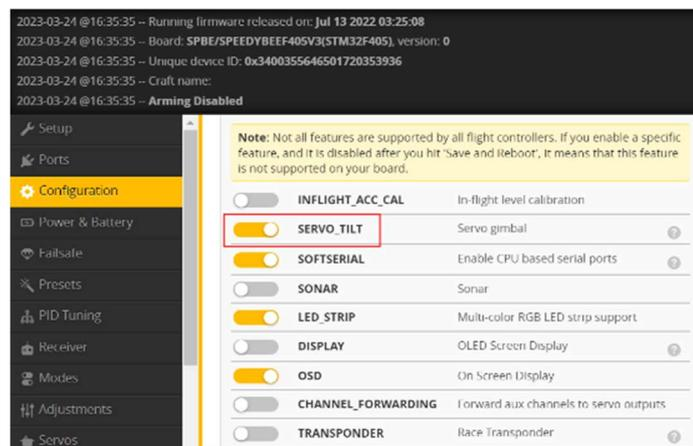

Рис.8 – Вкладка «Configuration»
2.5 Увімкніть «SERVO\_TILT» на вкладці «Configuration» Betaflight рис.8.